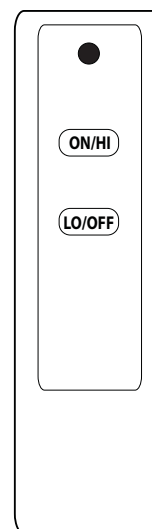

Fig. 28-1 Détail télécommande
2. Localiser la télécommande et appuyez sur le bouton **ON/HI** (voir Fig. 28-1). La séquence d'allumage commence.